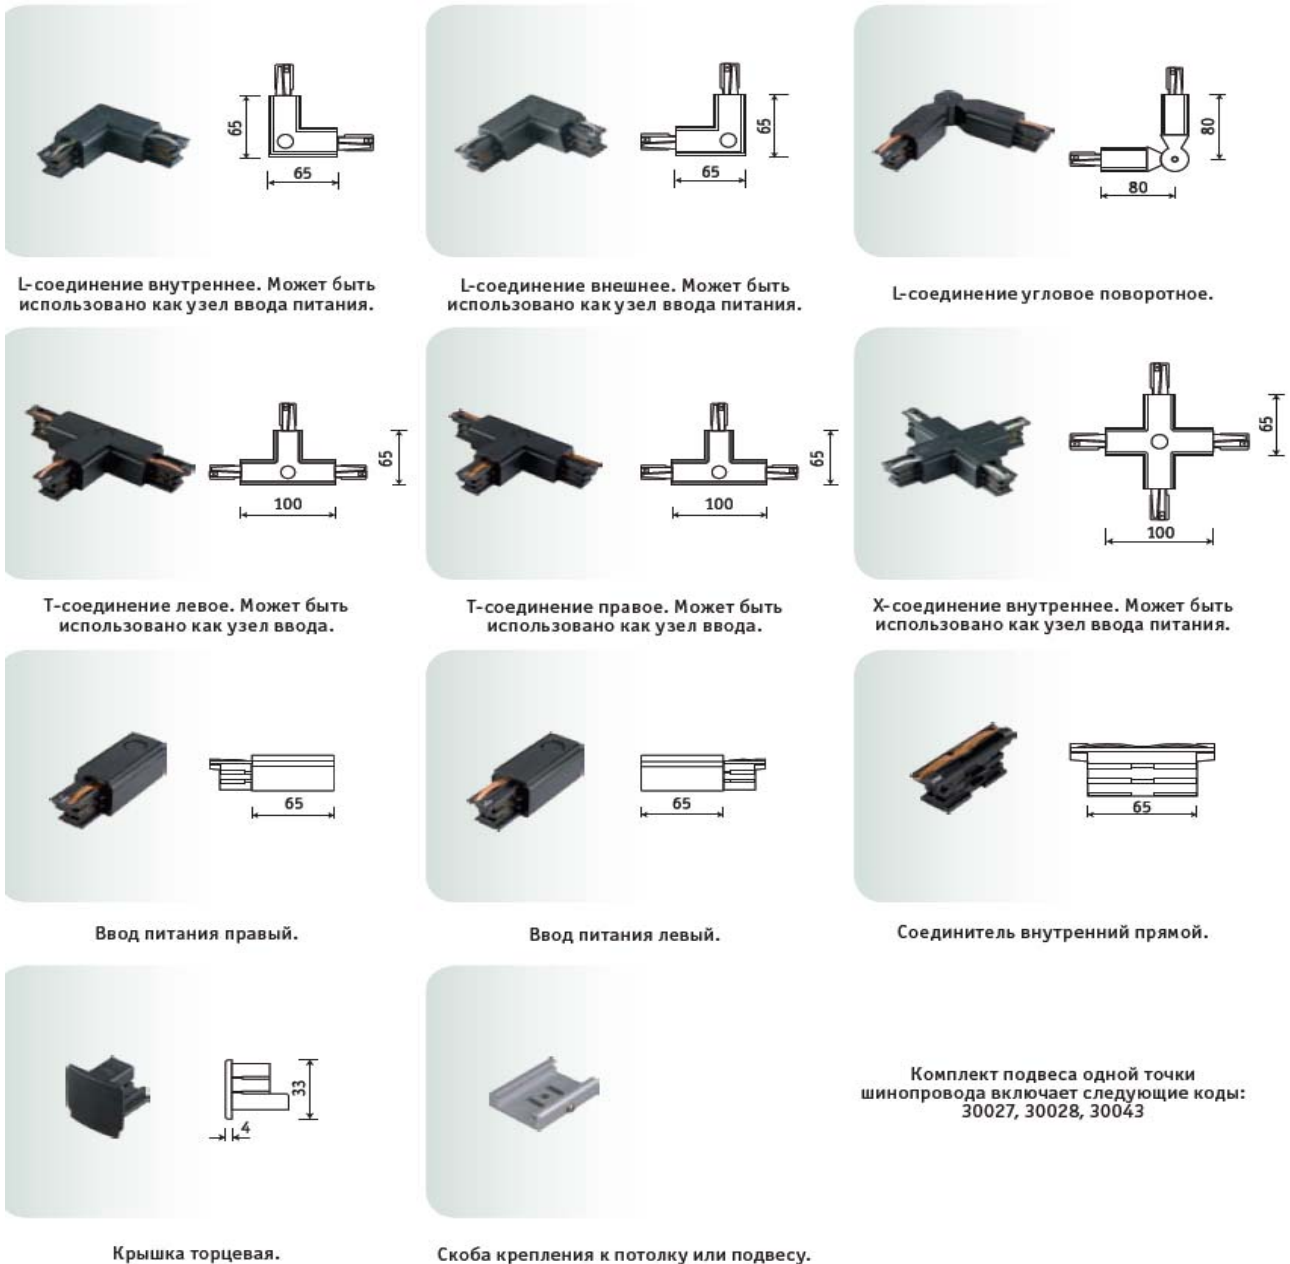

Рис. 2
2. Определить схему подвода электропитания у ТОУ. При планировании следует учесть, что максимально допустимый ток на фазу в шинопроводе – 16А. При превышении данного значения следует разбить ТОУ на группы с отдельными токовводами, отвечающими требованию. Токоввод может осуществляться через самостоятельные элементы ввода питания и соединительные элементы (Рис. 2)
На рис.2 показаны элементы, предназначенные для: